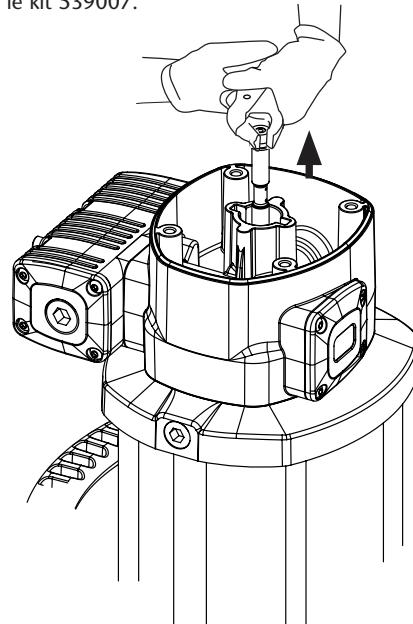

Fig. 7a
- Dévisser les quatre vis (2) et retirer le couvercle (3).
- Dévisser le bouchon de l'inverseur (4).
- Avec une pince manuelle sur la douille de serrage (5), tirer la tige (40) vers l'extérieur jusqu'à ce qu'apparaisse son évidement central (Fig. 7a). Puis, avec une autre pince manuelle, saisir la tige (40) sur l'évidement pour prévenir les dommages sur la surface pouvant entraîner des problèmes d'étanchéité, et dévisser l'écrou (5) (fig. 7b).
- Enlever le joint (6) et la bague (7), puis utiliser les nouvelles lors du remontage.
- Dévisser les quatre vis (56). Retirer le moteur (13) pour libérer la tête avec la bride (36).
- Retirer le capuchon de l'inverseur (9). Remplacer les joints (8) et (10) de ce capuchon.
- Dévisser les cinq vis (37) et séparer le corps de moteur (13) de la bride (36). Retirer la rondelle (32) et remplacer le joint (8).
- Retirer le cylindre (51) en tenant soigneusement le piston (46). Remplacer le joint (45) du piston.
- Remontage dans l'ordre inverse, Application frein filet sur les vis (37), la douille de serrage (5) et le bouchon de l'inverseur (4).